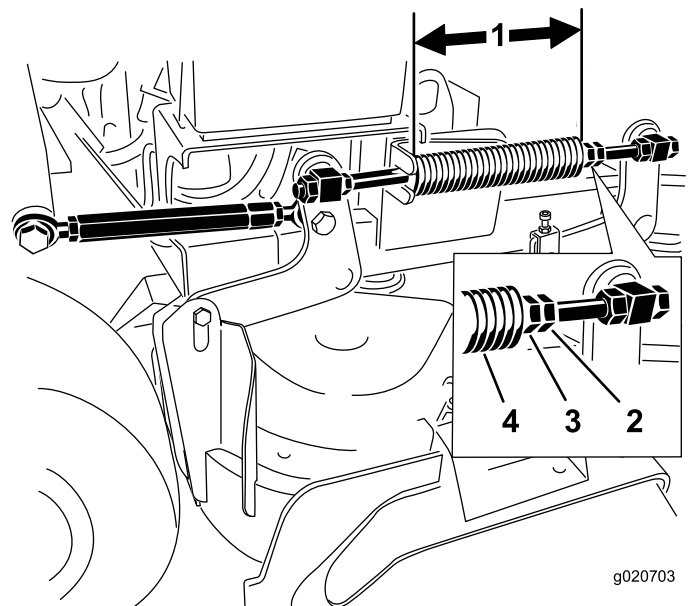

Figura 88
2. Compruebe la longitud del muelle de compresión. La longitud nominal es de 28,2 para carcasas de corte de 91 cm y de 25,7 cm para carcasas de corte de 102 cm (Figura 88).
3. Ajuste esta distancia aflojando la contratuerca elástica y girando la tuerca que está delante de cada muelle (Figura 88).
4. Fije la tuerca en la posición deseada apretando la contratuerca elástica (Figura 88).